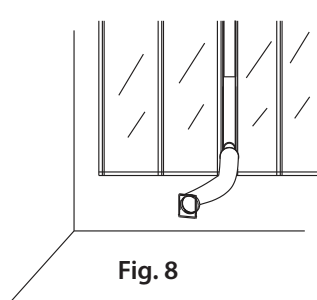

Fig. 8
9. Instale el conducto de escape de aire, el kit de ventana y sus accesorios sobre la ventana siguiendo la ilustración de la Fig. 8.